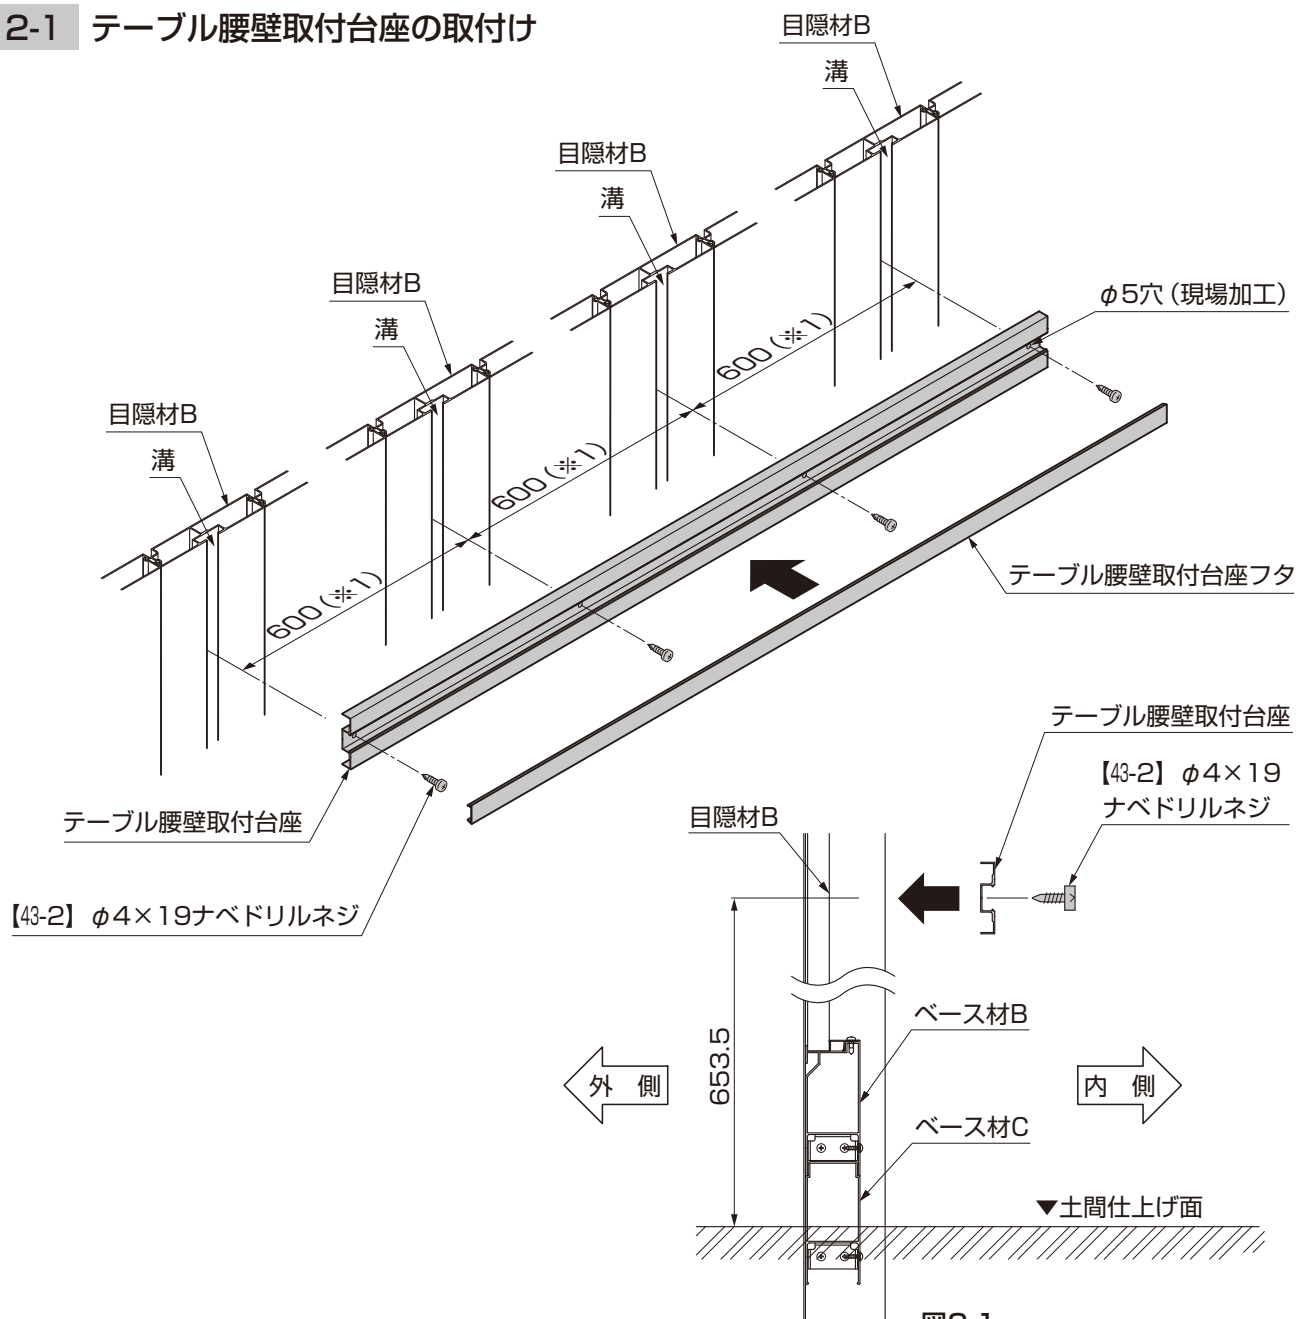

図2-1
- テーブル腰壁取付台座の高さは、土間仕上り面より653.5mmにしてください。（図2-1参照）
- ②テーブル腰壁取付台座フタをテーブル腰壁取付台座にはめ込んでください。